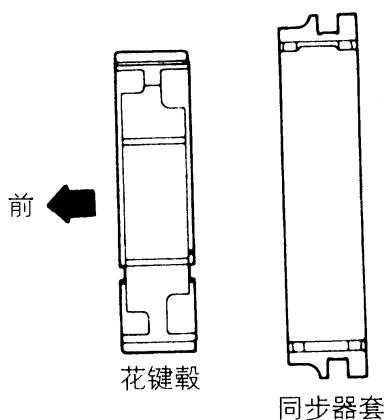
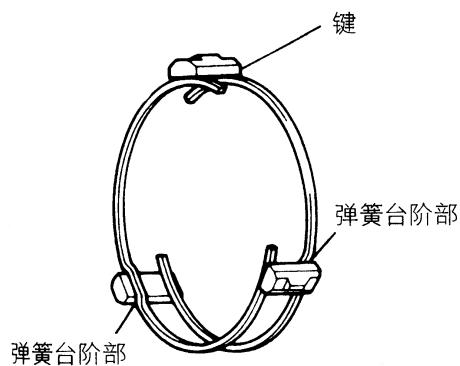

图 3-65 花键毂安装方向
图 3-66 安装同步器弹簧
(13) 安装超速/倒档同步器花键毂、超速/倒档同步器键、超速/倒档同步器弹簧、超速/倒档同步器套。装配同步器花键毂和套, 应保证花键毂和套滑动灵活平稳。按图 3-65 所示的安装方向将三只键装入花键毂的键槽内。如图 3-66 所示, 安装两只同步器弹簧, 在安装弹簧时应保证前后弹簧的台阶部位于同步器键上, 但不应位于同一个键上。